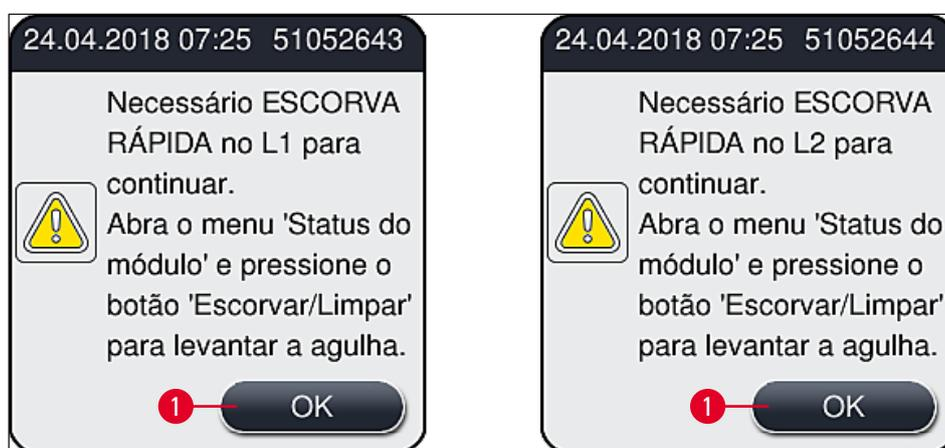

Fig. 51
- ① Após completar a fase de inicialização, o menu principal (→ Fig. 19) aparece na tela e o usuário é informado (→ Fig. 51) que é necessário uma **Escorva rápida** para a linha da lamínula em uso. Confirme as mensagens pressionando **OK** (→ Fig. 51-1) e siga as instruções subsequentes (→ P. 120 – 7.3 Preparação do sistema de mangueira para escorva e limpeza).